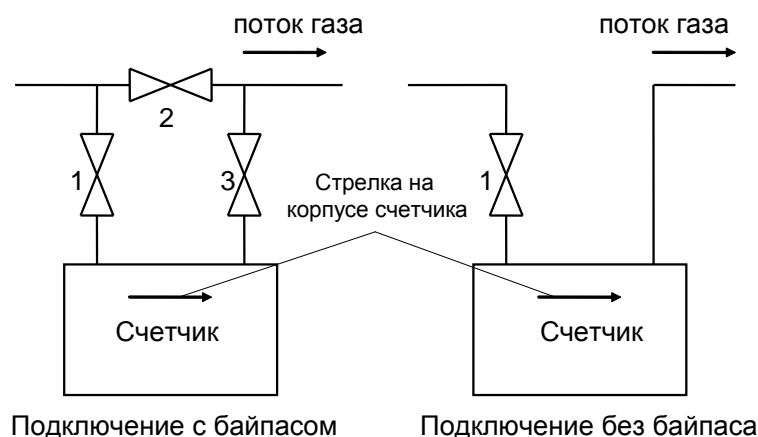

Рис. 1. Установка счетчика
3.4.3. Возможны два варианта подключения счетчика (см. рис. 1): с байпасом и без байпаса.
- 6.1. До начала пуска счетчика все вентили на трубопроводе (см. рис. 1) должны быть закрыты.
- 6.2. Пуск счетчика без байпаса (см. рис. 1)
- 6.3. Пуск счетчика с байпасом (см. рис. 1)